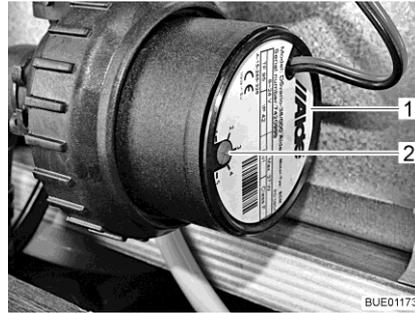

Fig. 216 Riduzione del numero di giri
Con il pomello girevole (Fig. 216,2) è possibile impostare il numero di giri della pompa di circolazione. A un numero di giri ridotto i rumori prodotti dal funzionamento della pompa si riducono.
Il pomello girevole si trova sulla pompa di circolazione (Fig. 216,1).
- Ruotare il pomello girevole (Fig. 216,2) in senso antiorario. La potenza diminuisce.